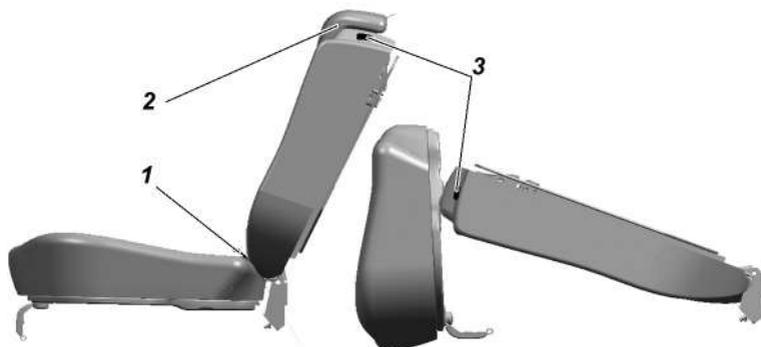

Рис. 3.35. Заднее трехместное сиденье:
Заднее трехместное сиденье (рис. 3.35) состоит из одноместной и двухместной подушки и одноместной и двухместной спинки.
- потяните за петлю 1 (рис. 3.35) и установите подушку в вертикальное положение;
- потяните за рычаг 3 по направлению движения автомобиля, освободив спинку, уложите ее, как показано на схеме, рис. 3.35;